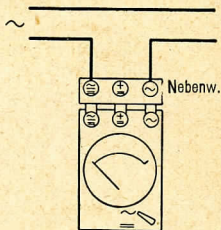

Abb. 5
3. An  und  anschließen nach Abb. 5.
des Ansteckwiderstandes (Abb. 5) verbinden. Primärklemmen des Wandlers K und L in den Stromkreis schalten (Abb. 5).